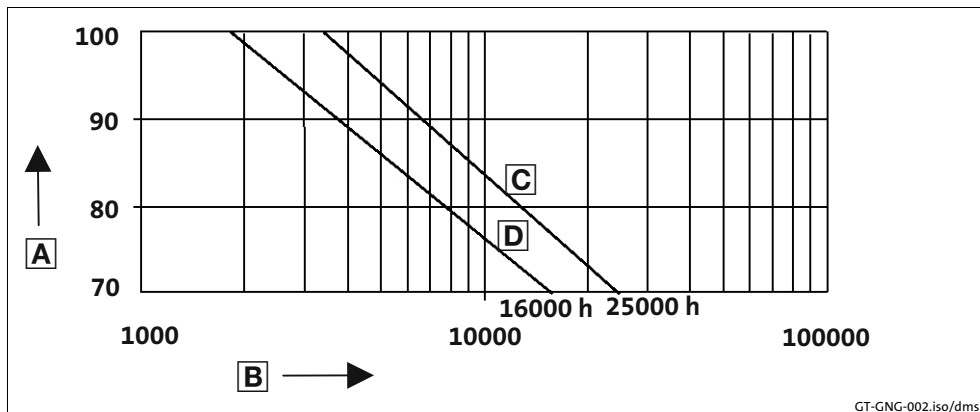

Fig. 13
- L'intervalle de remplacement du lubrifiant dépend de la température de l'huile (voir Fig. 13).